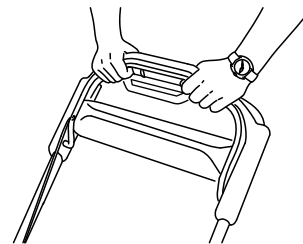

Bild 23
3. Drücken Sie den Schaltbügel gegen den Holm (Bild 23).